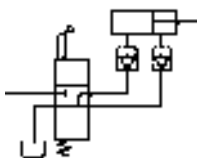

图 17.8.53 绘制直线 (十五)
(12) 用 **绘图**  **直线**  命令, 绘制长度值为 16 的垂直直线以及长度值为 30 的水平直线 (图 17.8.53)。
(13) 切换图层。将图层切换到“虚线层”图层。